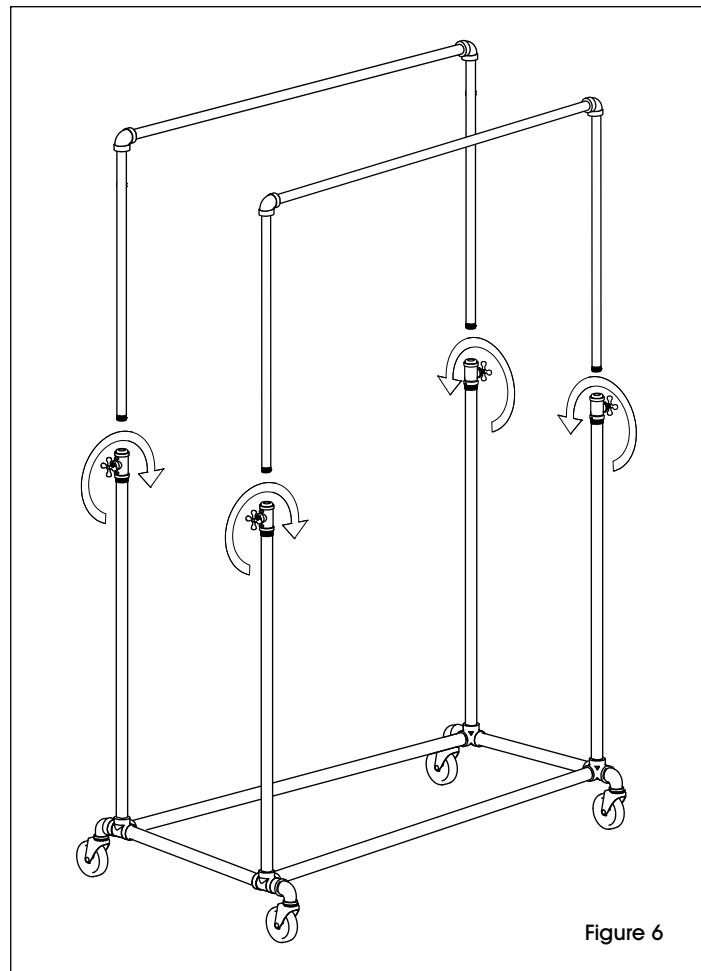

Figure 6
6. Desserrez les raccords réglables puis insérez les ensembles des tringles avec montants supérieurs assemblés à l'étape 5. Réglez à la hauteur voulue et resserrez les raccords pour verrouiller en position. (Voir Figure 6)